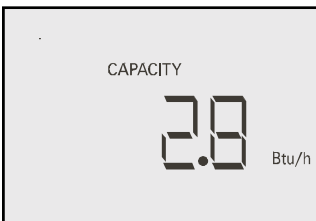

Figura 18
- 5.5.8** Mida por un minuto (figura 14 paso 5) asegurándose de mover la sonda por toda el area de la rejilla (Refiérarse al paso 5.4.6). El objetivo es obtener una medida promedio de todas las salidas disponibles. Al final de un minuto la unidad sonará y la pantalla desplegará el resultado en BTU/Hr (figura 18).